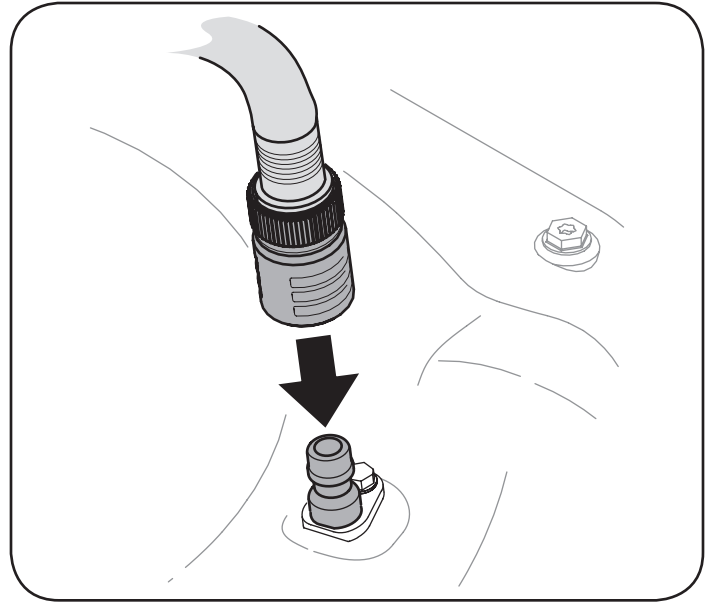

Figura 17
3. Una el acople de la manguera al puerto de agua que se encuentra en la superficie de la plataforma. Vea la Figura 17.